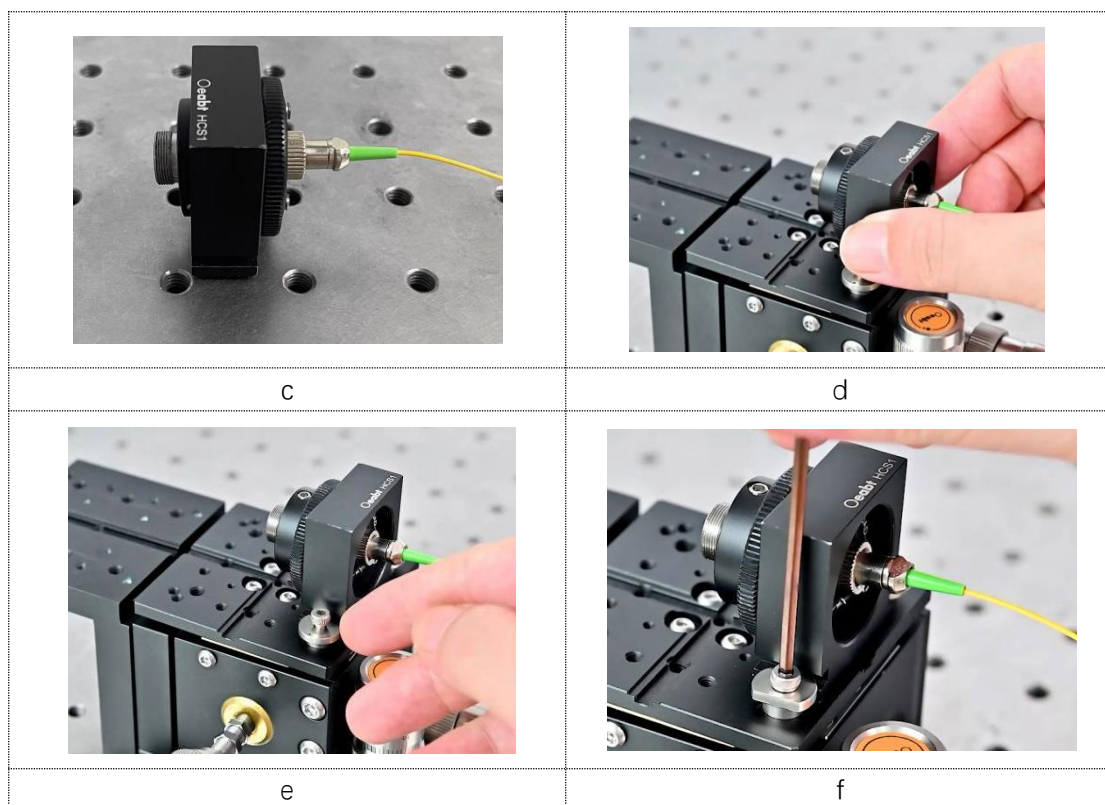

图 4-2
②、把“光纤准直镜”置入“OAD-12F 转接件”内，拧侧面螺丝固定，图 4-2-b；再安装拧入“光纤夹具”的孔径，用“转接件”附带的锁紧环固定限位，图 4-2-c；将 M3 螺丝先微拧装在顶板上（平口一侧朝向内侧），将“光纤夹具”沿着位移台顶板的凹槽滑入，图 4-2-d；之后将调转螺栓弧口压住“光纤夹具”边缘，拧紧固定即可，图 4-2-e-f。**注：清单未附带光纤跳线，用户请自备。**
将 M3 螺丝先微拧装在顶板上（平口一侧朝向内侧），图 4-4-d；将“光纤夹具”沿着位移台顶板的凹槽滑入，之后将调转螺栓弧口压住“光纤夹具”边缘，拧紧固定即可，图 4-2-e-f。